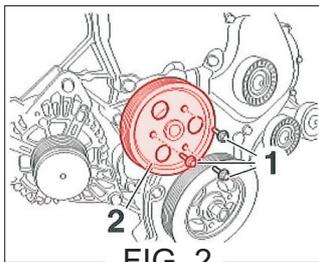

FIG. 2
- 3 Desmontar la polea (2) [FIG. 2] de la bomba de agua y después, la bomba de agua (4) [FIG. 3].